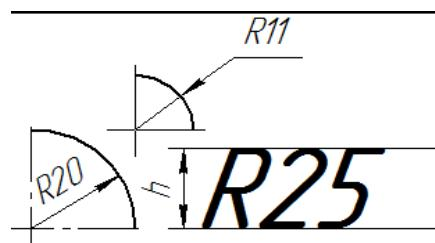

Рисунок 16
9. Если на чертеже изображена дуга необходимо указать размер радиуса (прописную латинскую букву R). Размерную линию проводят из центра дуги, размерная стрелка упирается в точку окружности (Рис. 16).